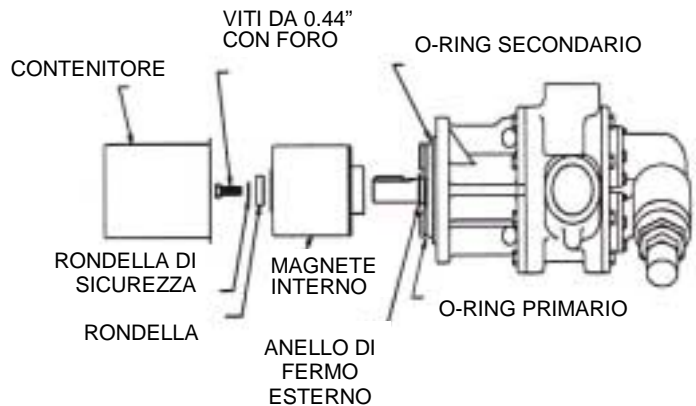

FIGURA 16
1. Controllare che sui magneti non sia rimasto attaccato alcun oggetto metallico. Rimuovere qualsiasi materiale estraneo. Mettere l'anello di bloccaggio esterno e la chiave sull'albero della pompa. Installare rondella, rondella di sicurezza e bullone per fermare il magnete (Vedere Figura 16). Inserire una barra di ottone attraverso una connessione, tra due denti del rotore e stringere il bullone.